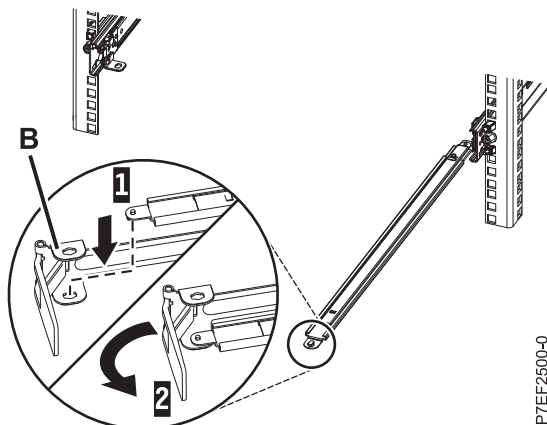

図 10. サポート・アームへのケーブル・マネジメント停止ブラケットの固定
3. L 字型のケーブル・マネジメント停止ブラケット (B) の下部内側の隅にある穴を見つけます。サポート・アーム先端の下面にあるロック用タブがブラケットの穴の位置に合うように、サポート・アームの接続されていない端の位置を合わせます。タブを穴 (1) に挿し込み、ブラケット (2) を回して、サポート・アームに固定します。詳しくは、図 10 を参照してください。